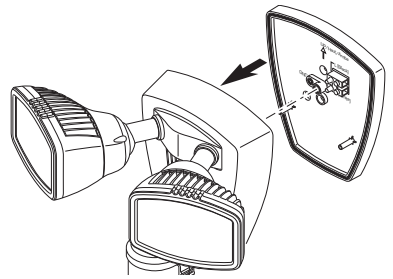

Figura 1
1. Afloje el tornillo de montaje central que conecta el escudete del aparato al 1-2-Éasy Connect™ y quite el 1-2-Éasy Connect™ (ver Figura 1). El tornillo de montaje está diseñado para permanecer en la lámpara. *Nota:* asegúrese de que la junta de caucho esté sobre el 1-2-Éasy Connect™.